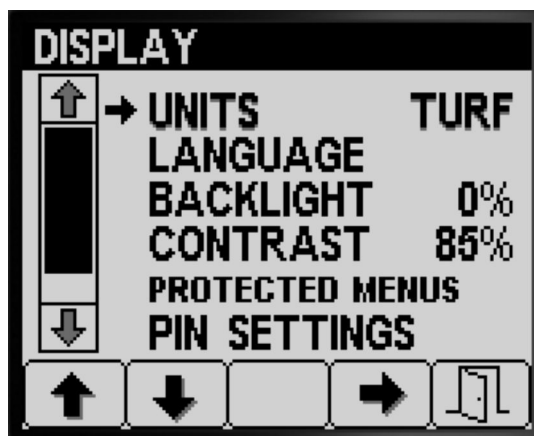

Figure 17
- Appuyez sur le bouton 1 ou 2 pour naviguer jusqu'à l'option UNITÉS (Figure 17).
- Appuyez sur le bouton 4 pour alterner entre les unités de mesure IMPÉRIALES, TURF et SI (Figure 17).
- Appuyez sur le bouton 5 pour enregistrer le réglage, quitter l'écran UNITÉS et retourner à l'écran Réglages (Figure 17).